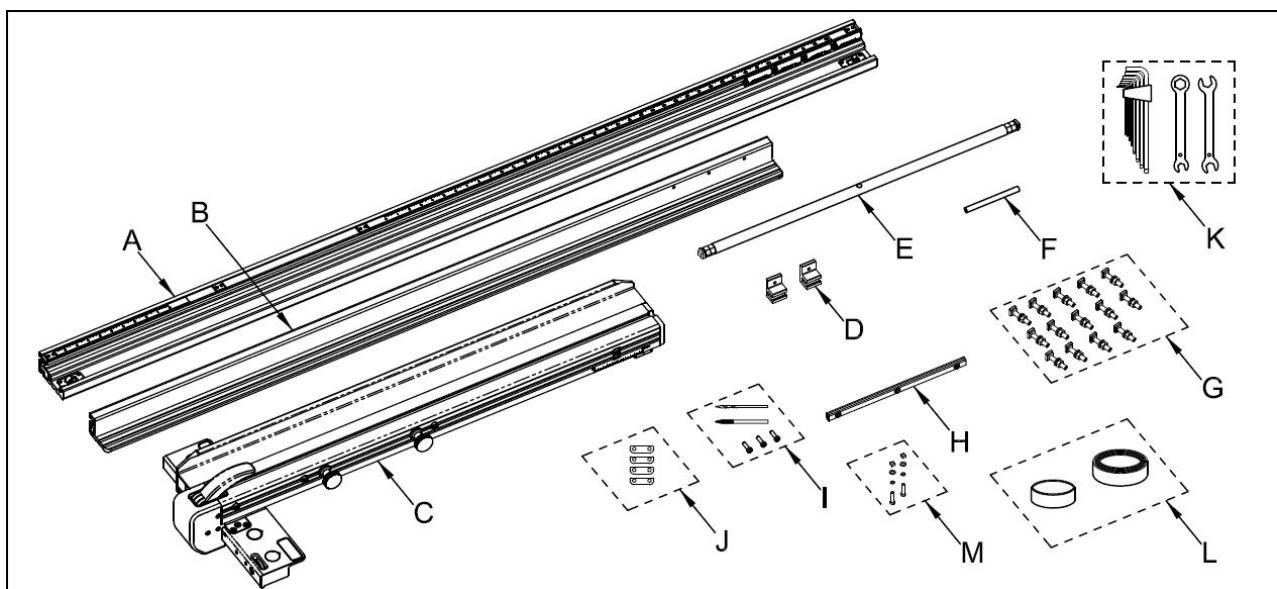
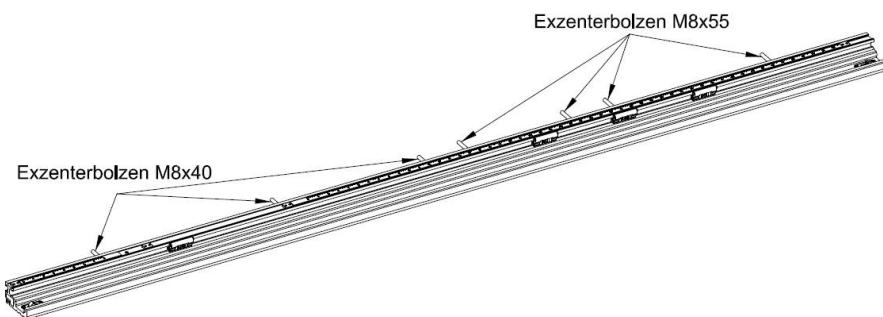
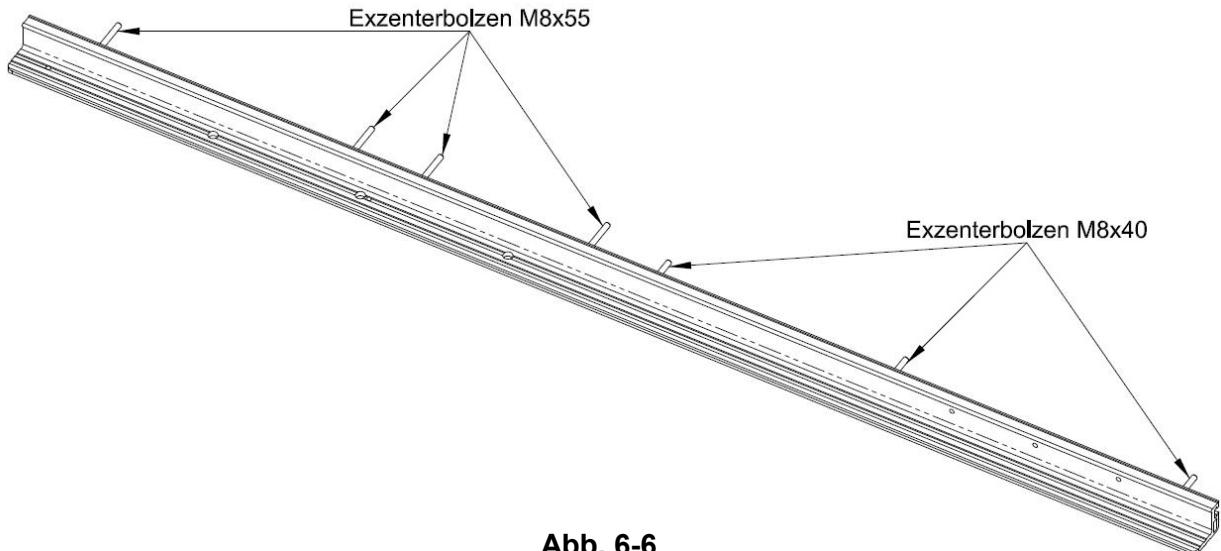
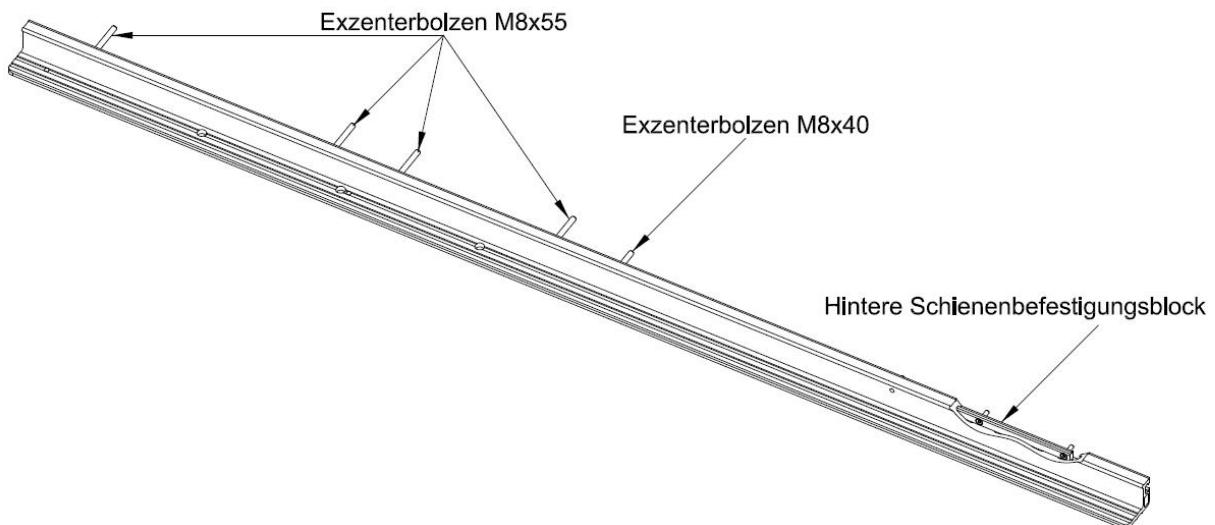

Abb. 5-1
Abb. 6-2
Abb. 6-6
Abb. 6-10
Bitte überprüfen Sie Ihr Produkt anhand der Abb. 5-1 und der folgenden Liste.
- (1) Sorgfältig setzen Sie die Exzinterschrauben (Position G aus Abbildung 5-1) in den T-Nut des vorderen Führungsschienensatzes (Position A aus Abbildung 5-1) ein, wie in Abbildung 6-2 dargestellt. 1. Die Verwendung von M8x40 Exzinterschrauben ist für die Gusseisenbeschichtung vorgesehen, um eine Beeinträchtigung mit den Gusseisenrippensektionen zu verhindern. Zur Befestigung der Holz- oder Phenol-Tischplatte verwenden Sie die M8x55 Exzinterschrauben.
1. Schieben Sie vorsichtig die Exzinterschrauben (wie in **Abb. 5-1 dargestellt; Position G**) in die T-Nut der hinteren Führungsschienenbaugruppe (wie in **Abb. 5-1 dargestellt; Position B**), unter Beachtung der Spezifikationen und Positionierungsdetails in **Abb. 6-6**. Stellen Sie sicher, dass die Ausrichtung aller Exzinterschrauben mit der der vorderen Führungsschiene übereinstimmt.
3. Setzen Sie die Exzenter-Schrauben (**Position G aus Abb. 5-1**) in die T-Nut der hinteren Führungsschienenbaugruppe (Position B) ein und richten Sie sie gemäß den Spezifikationen und Positionierungsdetails in **Abb. 6-10** aus. Bestätigen Sie, dass ihre Ausrichtung der der vorderen Führungsschiene entspricht. Vergessen Sie nicht, M8x40 Exzenter-Schrauben zu verwenden, wenn Sie mit der Gusseisenplatte arbeiten, um eine Beeinträchtigung der Gusseisenrippensektionen zu vermeiden, während die M8x55 Exzenter-Schrauben geeignet sind, um die Holz- oder Phenol-Tischplatte zu befestigen.